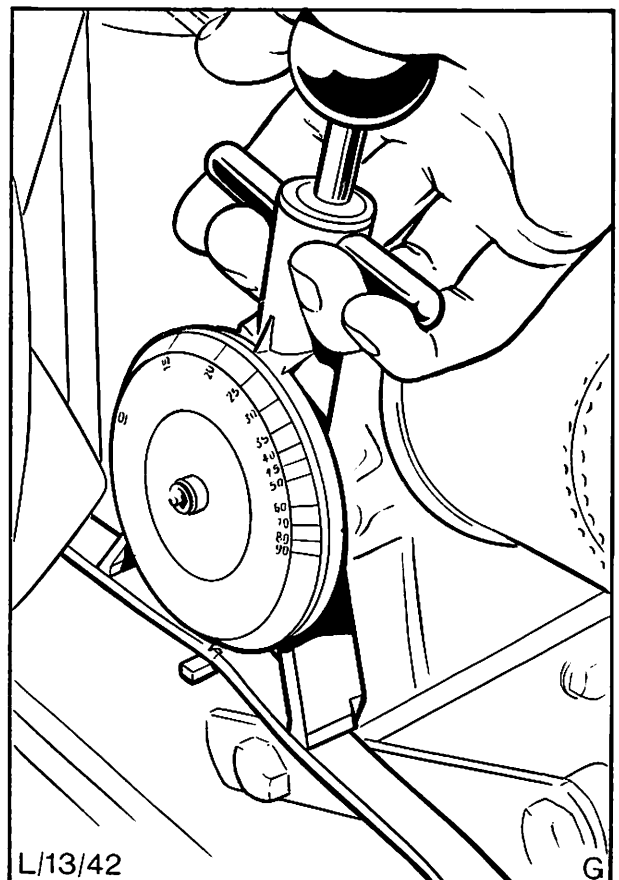

Abb. 13 Überprüfung der Keilriemenspannung mittels Meßgerät
3. Keilriemenspannung der Pumpe – Lenkhilfe mit Prüfgerät, Abb. 13, kontrollieren bzw. einstellen (vorgeschriebene Spannung siehe Technische Daten). Die vorgeschriebene Spannung von 13 mm kann auch durch Messen des Gesamtspieles in der Mitte der längsten Spannweite des Keilriemens überprüft werden.